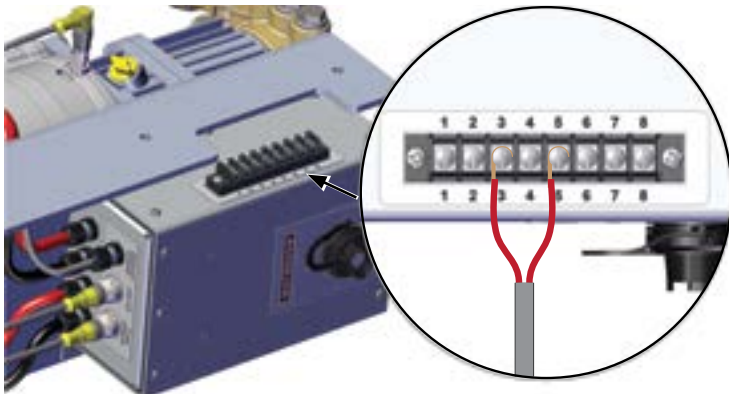

Figure 35
3. Sur la plaque à bornes, branchez un fil à la borne 3 et l'autre fil à la borne 5 (**Figure 35**).